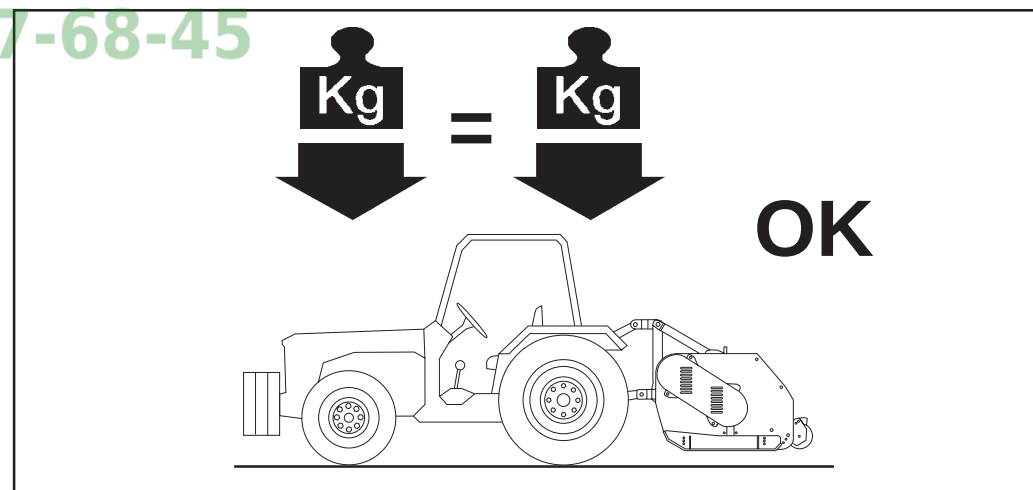

Fig. 5
- 7) L'applicazione della macchina al trattore, comporta una diversa distribuzione dei pesi sugli assi. È consigliabile pertanto aggiungere apposite zavorre nella parte anteriore del trattore in modo da ripartire adeguatamente il peso sugli assi (Fig. 5).
- 7) *Assembly of a implement on the tractor will shift the weights on the axles. It is therefore advisable to add weights to the front part of the tractor in order to balance the weights on the axles themselves (Fig. 5).*
- 7) Der Anbau eines Zusatzgerätes am Schlepper führt zur Verlagerung der Achslasten. Am Schlepper ist daher Frontballast anzubringen, um das Gleichgewicht wieder herzustellen (Abb. 5).
- 7) *L'application d'un équipement supplémentaire au tracteur entraîne une répartition différente des poids sur les essieux. Ajoutez donc les masses de lestage nécessaires à l'avant du tracteur de manière à équilibrer les poids (Fig. 5).*
- 7) La aplicación de un equipo adicional al tractor, implica una distribución del peso distinta sobre los ejes. Es aconsejable por lo tanto agregar oportunos contrapesos en la parte delantera del tractor para así equilibrar los pesos sobre los ejes (Fig. 5).